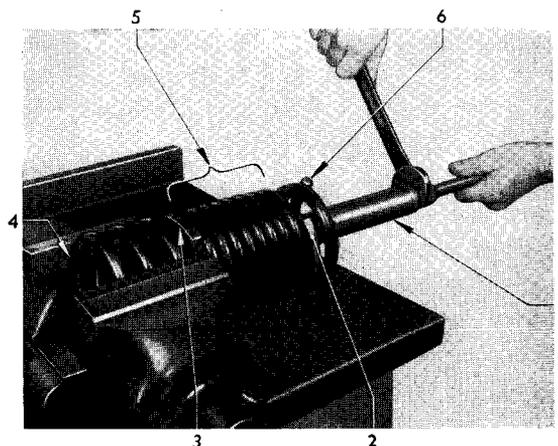

Bild 11 – Vorderfeder entspannen bzw. spannen
5. Vorderfeder im Schraubstock entspannen (Bild 11).
2. Vorderfeder mit Vorderfederspannvorrichtung im Schraubstock spannen (Bild 11). Da-